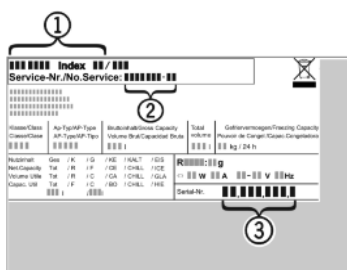

Fig. 19
- ▶ Z typového štítku odčítajte označenie zariadenia Fig. 19 (1), servisné č. Fig. 19 (2) a sériové č. Fig. 19 (3). Typový štítek je na ľavej vnútornej strane zariadenia.
- ▶ Upovedomte zákaznícky servis a oznámte chybu, označenie zariadenia Fig. 19 (1), servisné č. Fig. 19 (2) a sériové č. Fig. 19 (3).